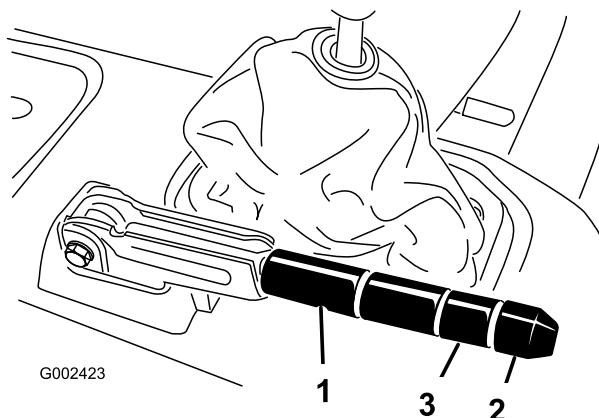

Bild 63
2. Lockern Sie die Stellschraube, mit der das Handrad am Feststellbremshebel befestigt ist (Bild 63).